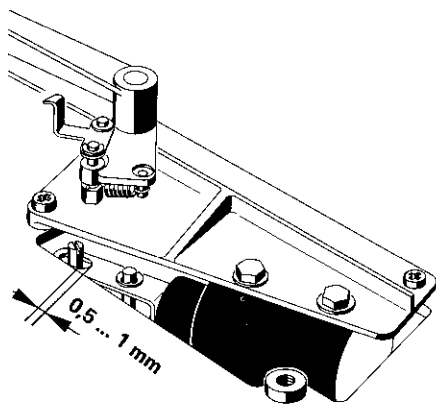

Fig. 4.3.—2
- An der Andruckrollen Achse (Deckel von der Achse losschrauben) einen Nylonfaden einhängen und mit einer Federwaage in Richtung A (Fig. 4.3. — 1) ziehen bis die Andruckrolle von der Tonwelle abhebt. Die Federwaage muss 1 ... 1.3 kg (10 ... 13N) anzeigen.
- Attach spring scale to nylon thread and pull in direction A (fig. 4.3. — 1) until a pitch variation (wow) in the reproduced tone becomes noticeable.
- Par l'intermédiaire d'un fil de nylon fixé d'une part sur l'axe du galet presseur (éventuellement dévisser le couvercle de l'axe) et d'autre part à un dynamomètre. Tirer le bras dans la direction A (Fig. 4.3. — 1) jusqu'à ce que le galet presseur se décolle de l'axe de cabestan.
- Andruckmagnet lösen und soweit nach links verschieben, dass zwischen Achse und Bügel ein Luftspalt von ca. 0.5 . . 1 mm entsteht (Fig. 4.3. — 2).
- Press button PLAY and keep it depressed. Loosen the mounting screws of the pinch-roller magnet and move it sufficiently to the left until a clearance of 0.5 to 1.0 mm is obtained at the point shown in figure 4.3. — 2.